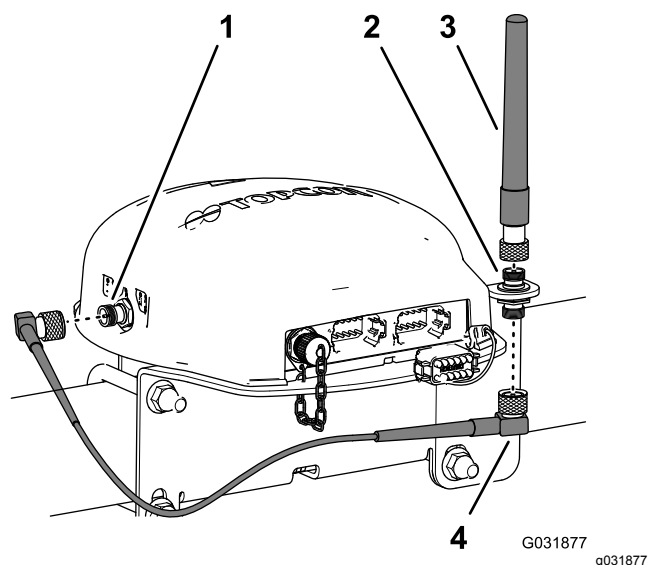

Figura 128
3. Montate l'antenna RTK sul raccordo superiore dell'accoppiatore coassiale e serrate il dado zigrinato dell'antenna manualmente (Figura 128).
4. Montate senza serrarlo il cavo dell'antenna al raccordo inferiore dell'accoppiatore coassiale (Figura 128).
- Disponete il cavo attorno alla parte posteriore del ricevitore di navigazione al connettore coassiale del modem cellulare CDMA o GSM (Figura 128).
- Montate il cavo dell'antenna sul connettore coassiale del modem cellulare CDMA o GSM (Figura 128) (Figura 151).